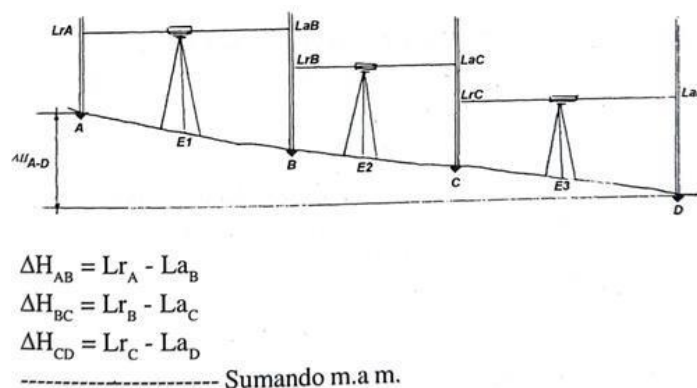

Fig. 1. Nivelación geométrica compuesta. Atencio A. y Rodríguez Plaza L.
- Método de nivelación: NIVELACIÓN GEOMÉTRICA COMPUESTA CERRADA (Fig.1). Desde cada estación se visualizarán los puntos a relevar, si es necesario se estaquearán en forma transitoria. Los cambios de estación es conveniente hacerlos a cabeza de estaca. Para cerrar la nivelación se puede hacer volviendo sobre los puntos del eje de estudio para mayor facilidad. Finalizada la nivelación es conveniente, en campaña, verificar el error de cierre y la tolerancia respectiva. En caso de estar dentro de la tolerancia, luego, en gabinete deberá compensar previo al inicio del dibujo pues así tendrá las cotas definitivas.